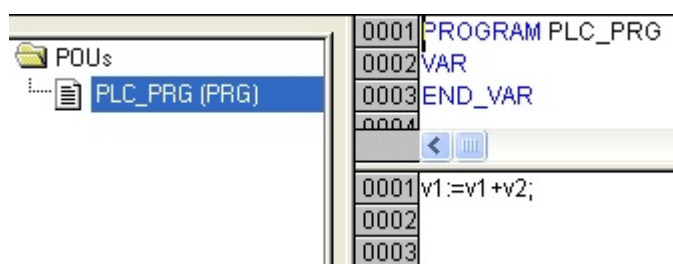

Рис.1.9
- 10) Создать программу ПЛК, например (Рис.1.9).